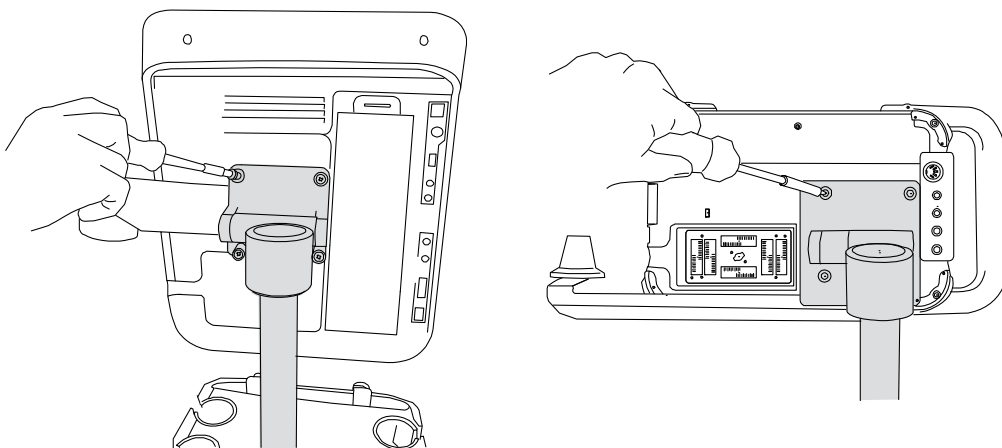

Figura 3 Avvitare le viti sulla piastra di montaggio: S Series (sulla sinistra) e NanoMaxx (sulla destra)
- 4 Avvitare le viti nei quattro angoli fino a fissare il sistema alla piastra. Stringere con un cacciavite Phillips. Consultare la Figura 3.
- 1 Sostenere il sistema per ecografia e allentare le viti nei quattro angoli della piastra di montaggio. Se necessario, utilizzare un cacciavite Phillips. Consultare la Figura 3.